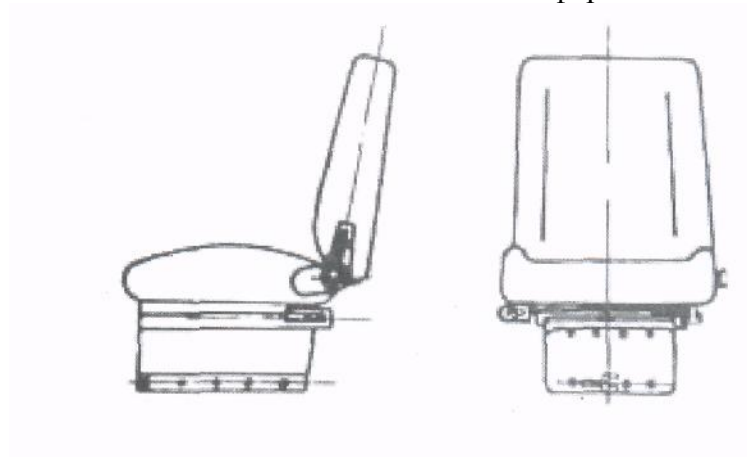

Рис. 6 Регулировка места оператора
- Регулировка места оператора (см. рис. 6)